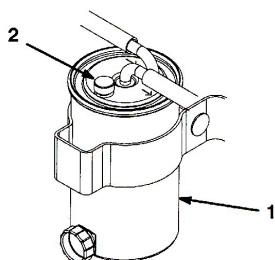

図 36
- 燃料フィルタの上についているプライマ・ボタンを、抵抗が出てくるまで何度も押す（図36）。